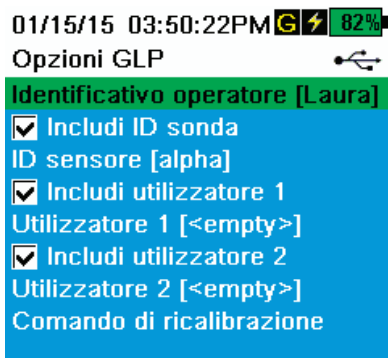

Figura 13 Opzioni GLP
- Altra identificazione specifica dell'utente (campo utente n. 1 e n. 2) (Figura 13).